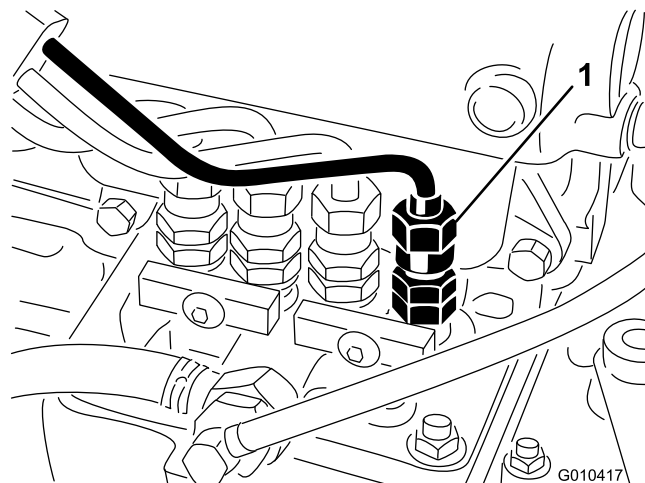

Figura 31
1. Afloje la conexión entre el tubo y el conjunto de la boquilla y soporte del inyector N° 1 en la bomba de inyección (Figura 31).